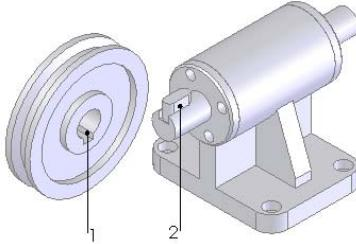
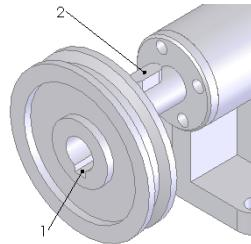
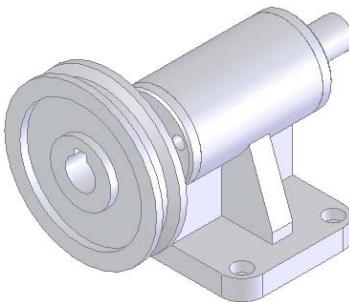

图 7-139 插入带轮后的视图
图 7-140 重合配合后的图形
图 7-141 重合配合后的图形
**01** 插入零件。在菜单栏中选择“插入”→“零部件”→“现有零件/装配体”命令，插入带轮。具体步骤可以参考上面的介绍，将带轮插入到图中合适的位置，结果如图 7-139 所示。
**02** 添加配合关系。在菜单栏中选择“插入”→“配合”命令，将图 7-139 中的面 1 和面 2 添加为“重合”几何关系，注意配合方向为“反向对齐”模式，结果如图 7-140 所示。重复配合命令，将图 7-139 中的面 1 和面 2 添加为“重合”几何关系，注意配合方向为“反向对齐”模式，结果如图 7-141 所示。